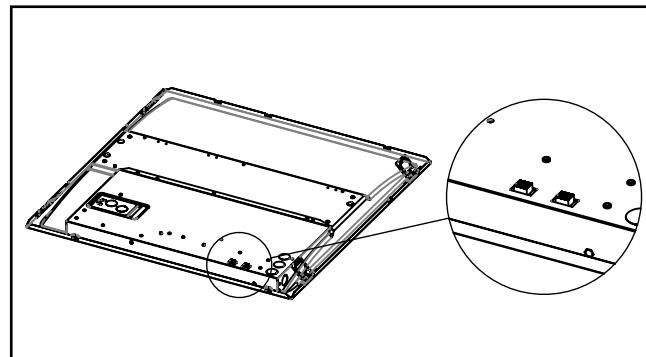

Figure 4.
1. On the driver enclosure are located two slide switches (Figure 4.), one for CCT and the other for lumens. CCT and lumen options must be selected prior to installation.
1. Sur le boîtier du conducteur se trouvent deux interrupteurs à glissière (figure 4.), l'un pour le CCT et l'autre pour les lumens. Les CCT et les options de lumens doivent être sélectionnées avant l'installation.